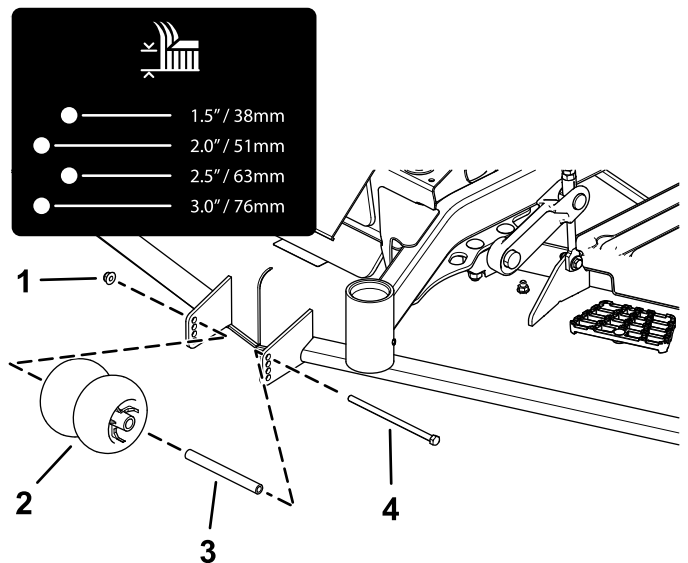

Figure 26
4. Réglez les galets anti-scalp comme montré à la Figure 26, la Figure 27 et la Figure 28.